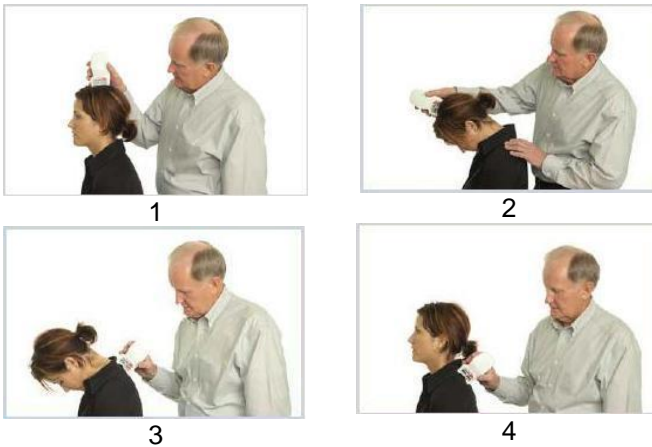

Abbildung 6. Beispiel: Ablauf und Geräteposition für die Messung der Beweglichkeit der Halswirbelsäule
- Ein Beispiel für eine Testsequenz für den Bewegungsumfang der Wirbelsäule und die Platzierung des Geräts findet sich in Abbildung 6.